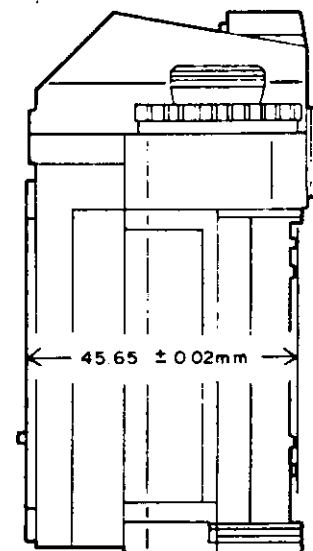

Fig. 58
7. Body back (see Fig. 58, 59)